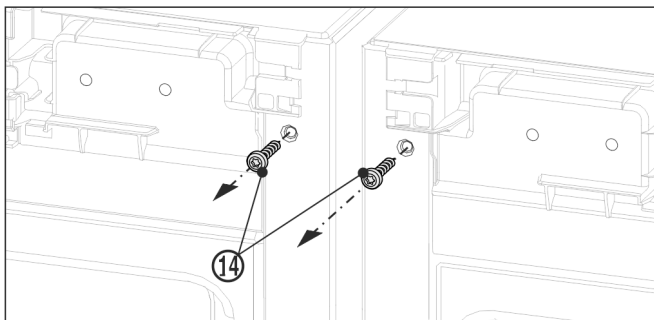

Fig. 11
- ▶ Pred montážou horného uholníka vyskrutkujte obe uzemňovacie skrutky Fig. 11 (14).